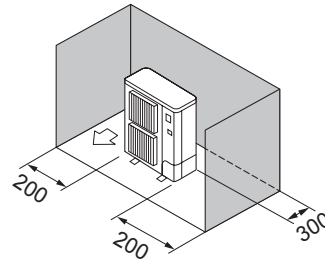

Fig. 2-9
- ③ Obstacles uniquement à l'arrière et sur les côtés (Fig. 2-9)